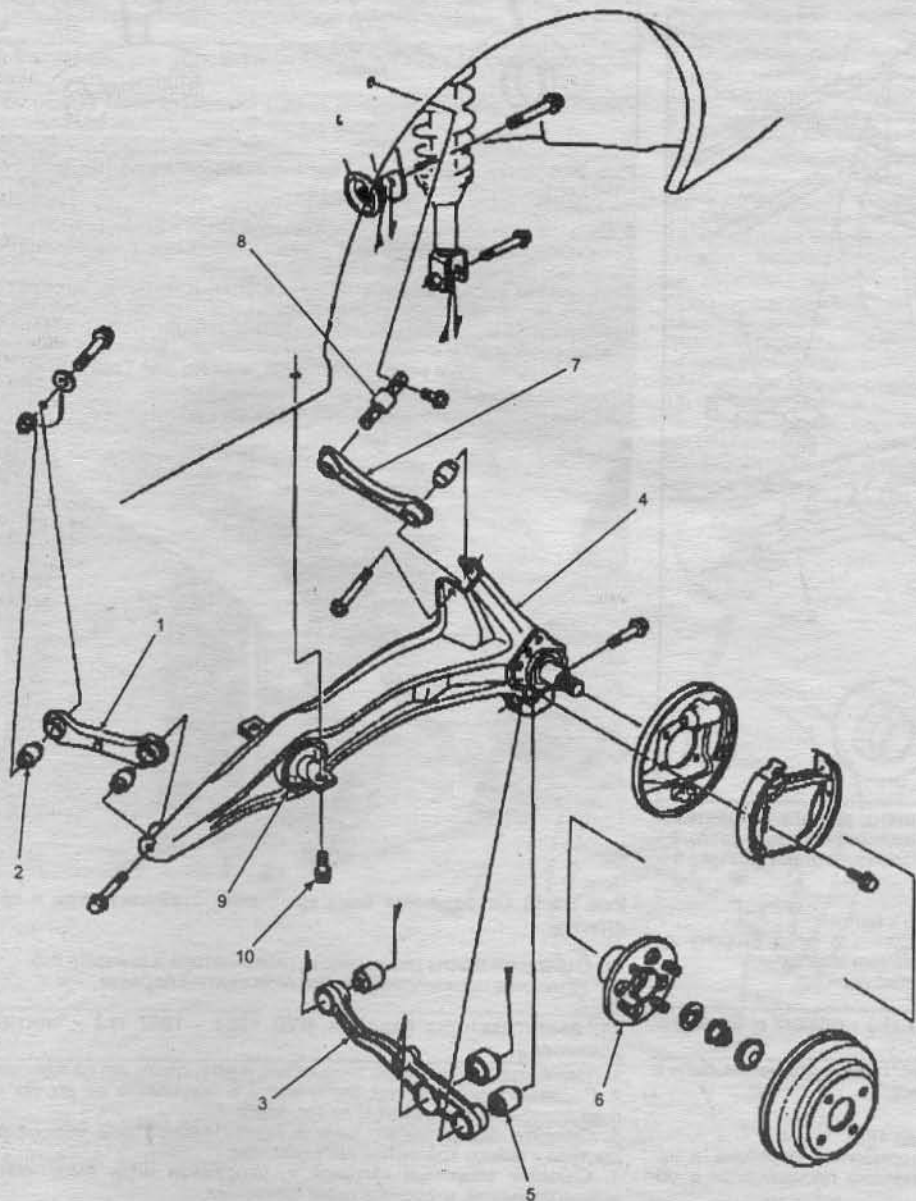

Рис. 14.12 Задняя подвеска (модели с 1988 г.).
2. Снимите болт крепления верхнего рычага к направляющему (см. рис. 14.12).